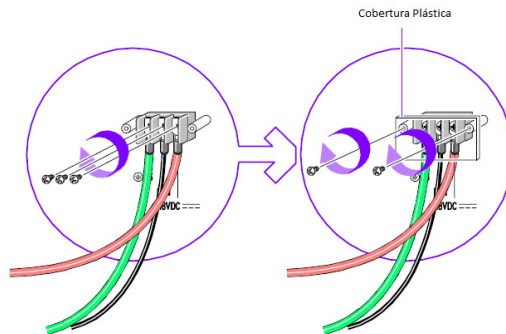

Figura 3-4: Fixação do cabo de alimentação.
- Prenda os parafusos fixando os cabos conforme figura 3-4;